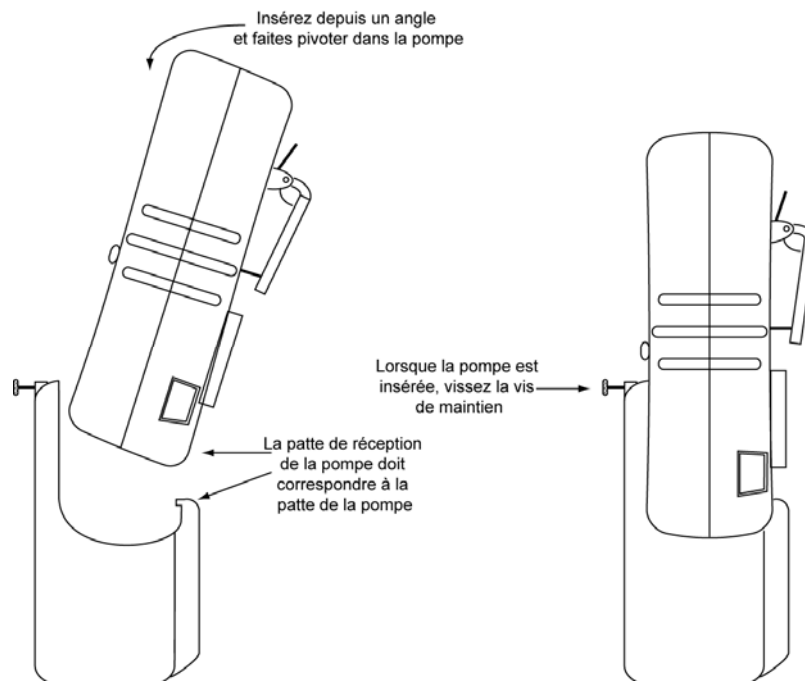

Figure 4-7. Pump Installation
- 1) Connectez la pompe en insérant, depuis un angle, la patte arrière de la pompe dans la patte de réception de la pompe de l'appareil. Faites pivoter la pompe vers l'avant jusqu'à ce qu'elle s'encastre dans l'appareil. Serrez la vis de maintien de la pompe dans le trou fileté situé à l'avant du moniteur. Reportez-vous à la Figure 4-7.